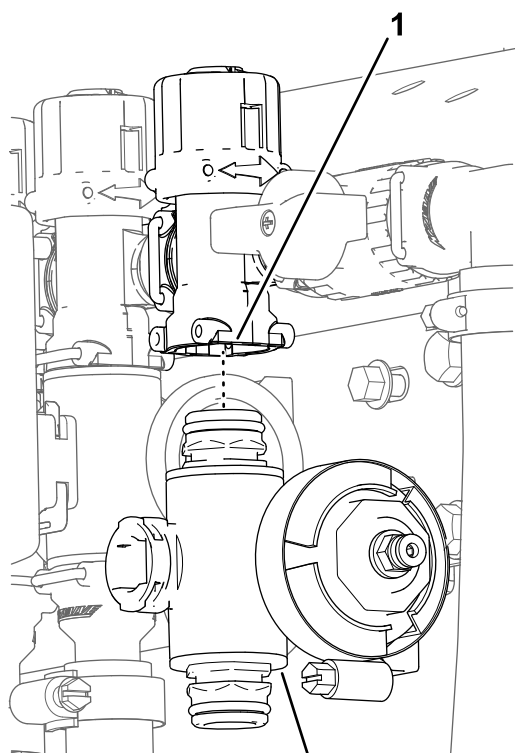

Figure 106
3. Pour les vannes de section de rampe droite et gauche, retirez les boulons à embase et les contre-écrous à embase qui fixent la ou les vannes de section au support, puis déposez le ou les collecteurs de la machine ; pour la vanne de section centrale, déposez le collecteur correspondant de la machine (Figure 106).